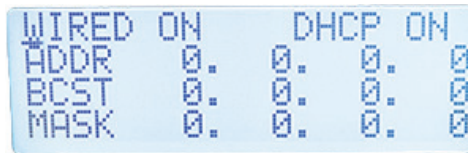

Figura 4-2 Menu DHCP
4. Premere il pulsante di conferma () per confermare la selezione e visualizzare il menu DHCP (*Dynamic Host Configuration Protocol*) [vedi Figura 4-2 a pagina 63].